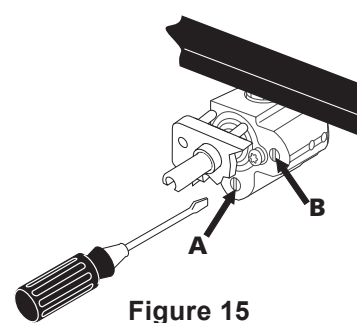

Figure 15
- El tamaño de la flama en la porción trasera del quemador de puente puede ser aumentada o disminuida dando le vuelta al tornillo **A**. Use el tornillo **B** para ajustar el tamaño de la flama de la porción central del quemador (Figure 15). Gire el tornillo a la izquierda para aumentar el tamaño de la flama. Gire el tornillo a la derecha para reducir el tamaño de la flama. Ajuste el tamaño de la flama hasta que pueda girar la perilla rápidamente desde la posición **LITE** (encender) hasta el ajuste mínimo sin que se apague la flama.